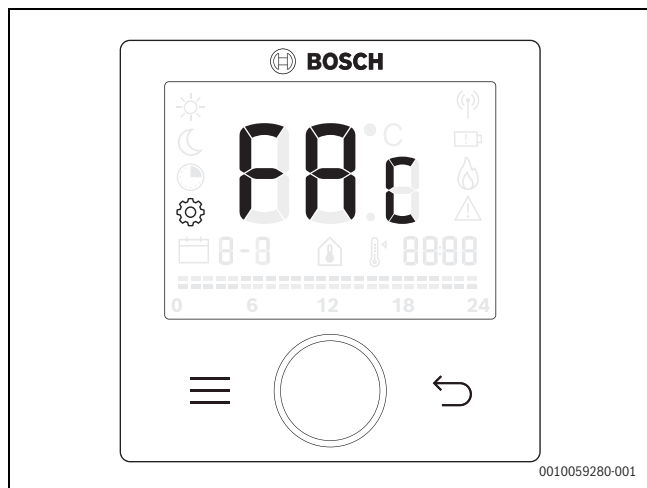

Рис. 106
- ▶ Продолжайте нажимать кнопку "menu" до тех пор, пока на дисплее не появится следующая индикация →рис. 106.